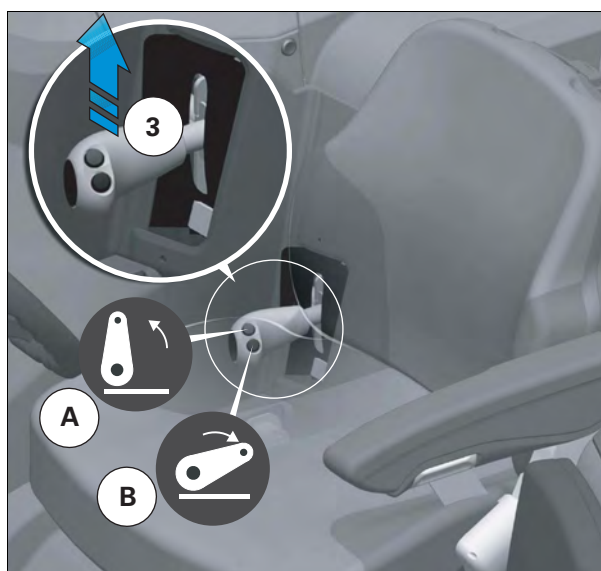

Рис. 18.
3. Потяните стопорный рычаг (3) *рис. 18*, чтобы освободить крюк, затем нажмите на кнопку (B), чтобы опустить крюк на землю.
2. Нажмите и удерживайте кнопку подъема сцепного устройства (A) *рис. 18* на блоке управления сцепным устройством, пока крюк не будет автоматически зафиксирован.